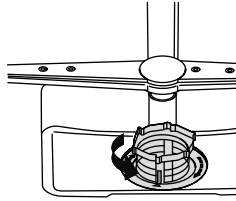

Abb. 33
- ▶ Um den Filter zu entnehmen, drehen Sie den Filterkombination Grobfilter (b) und Mikrofilter (a) ab und entnehmen Sie ihn (siehe **Abb. 33**).